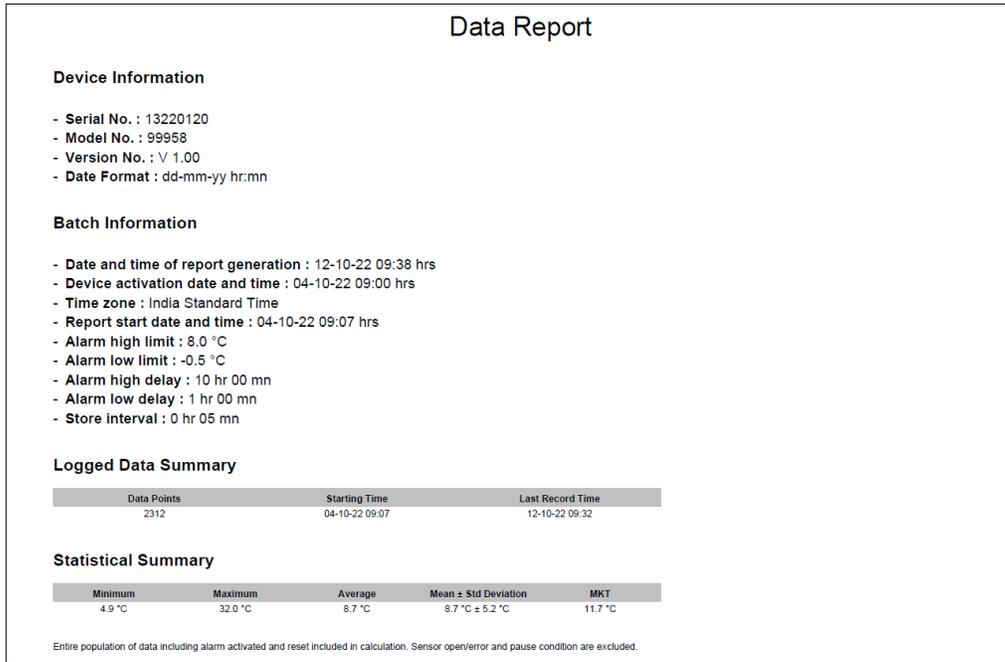
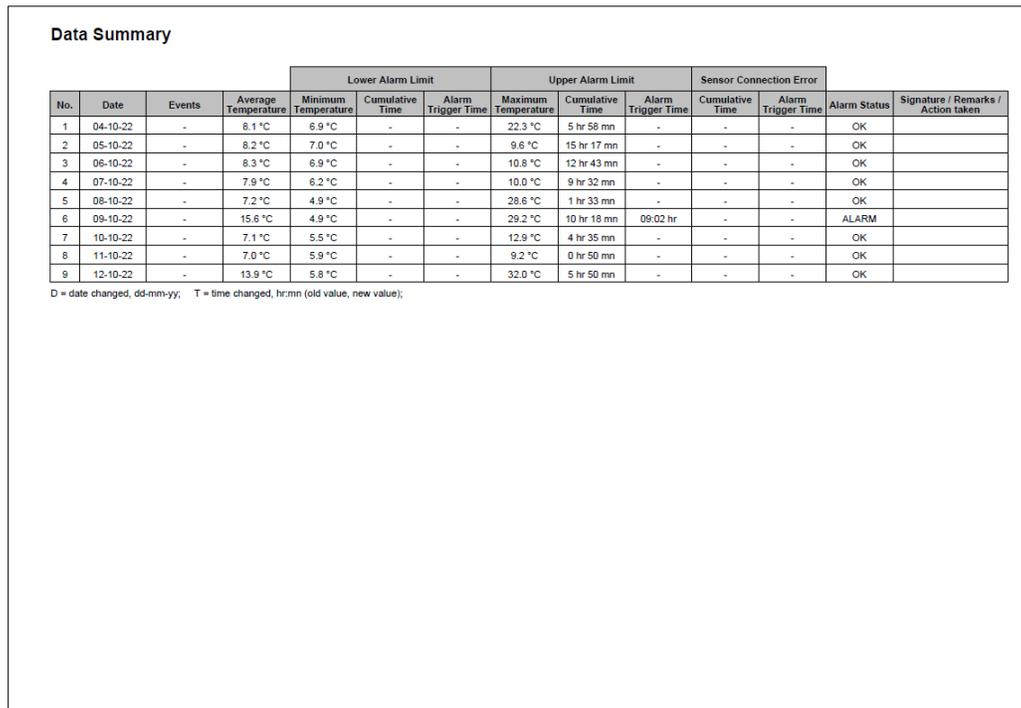
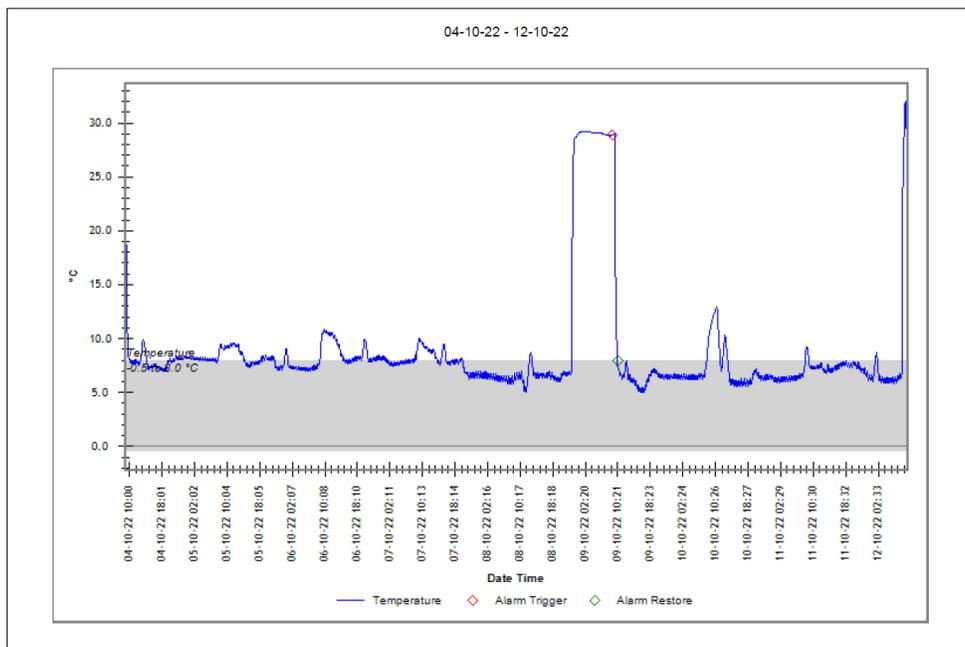

图22示例PDF报告第一部分
图23样例 PDF 报告第二部分
图24示例 PDF 报告第 -3 部分
- 从 LMPro FZT 数据记录器生成的三天记录数据的示例 PDF 文件如图 22、图23 和图 24 所示。本报告由以下数据组成：
- 图中的灰色带表示报警上下限内的区域。报警触发、报警恢复、传感器连接错误的指示在图形标签中指定，如图24所示。